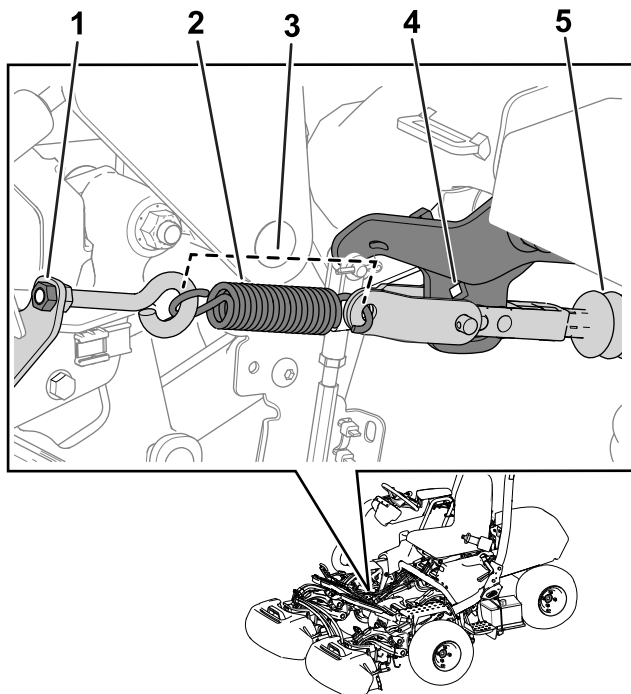

図 40
注 手順については図 40を参照。
3. アイボルトのナットを締め付けてスプリングの長さ取り付けた状態を 11.4 cm にする図 40。